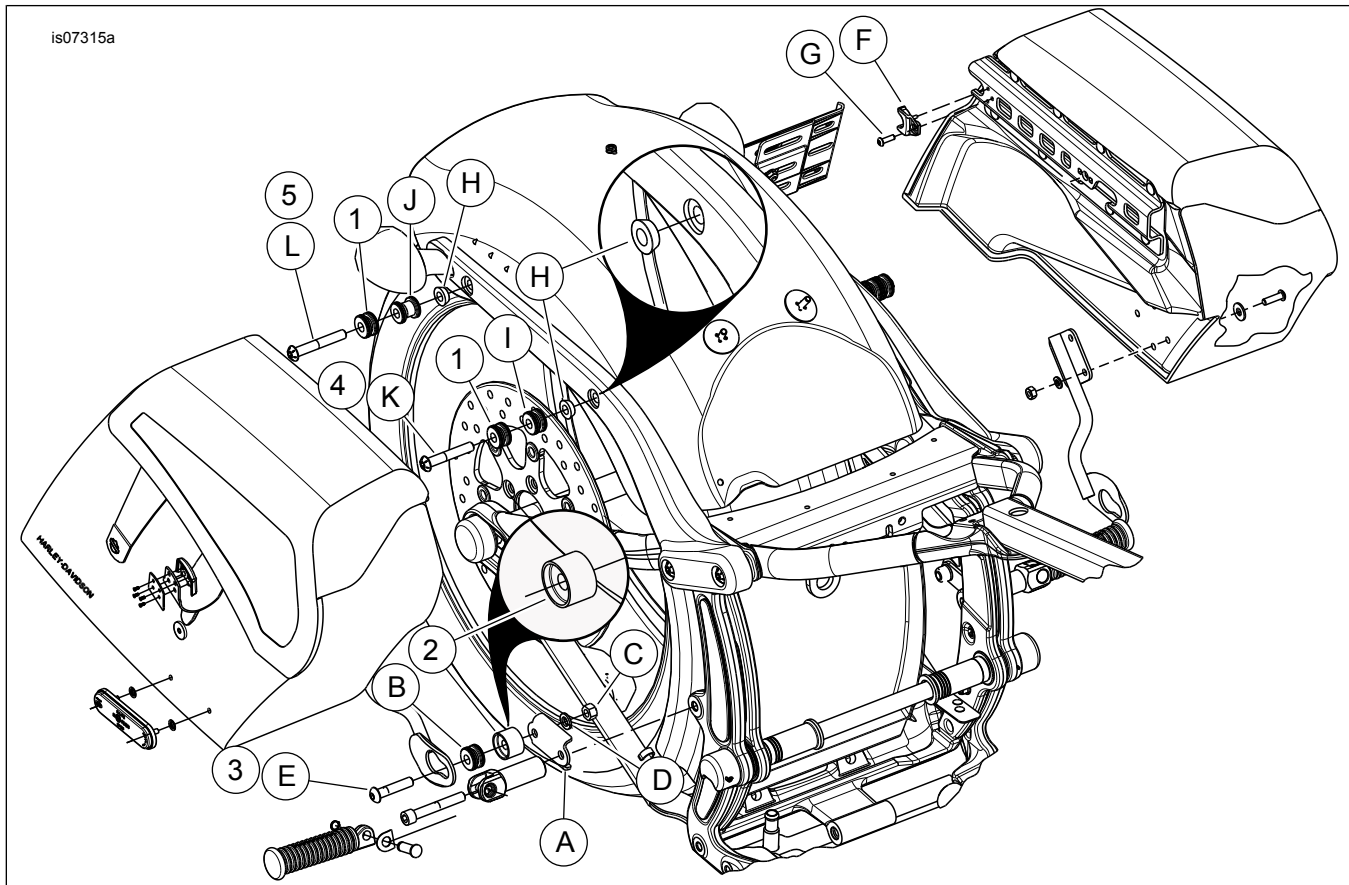

Abbildung 1. Ersatzteile: Befestigungsstellensatz für abnehmbare Satteltaschen (Teile-Nr. 52300243)
Siehe Abbildung 1 und Tabelle 1.
2. Siehe Abbildung 1. Die Schrauben (K und L), Befestigungsstellen (J and I) und konische Befestigungsstellen-Distanzstücke (H) entfernen. Die Lage der Befestigungsstellen und Ausrichtung der konischen Distanzstücke notieren.
3. Mutter (C), geteilte Unterlegscheibe (D), Mini-Befestigungsstelle (B) und Schraube (E) aus Halterung (A) entfernen. Die Halterung (A) am Motorrad angebracht lassen.
4. Das Befestigungsstellen-Distanzstück (F) und die Schraube (G) entfernen und entsorgen.
1. Siehe Abbildung 1. Schrauben (K und L) durch Schrauben (4 und 5) aus diesem Satz ersetzen.
2. Schraube (E) durch Schraube (3) aus diesem Satz ersetzen.
3. Befestigungsstellen-Distanzstück (F) und Schraube (G) aus dem Satteltaschensatz entfernen und entsorgen.
1. Siehe Abbildung 1. Schraube (4), Mini-Befestigungsstelle (1), Mini-Befestigungsstelle (I) und konische Distanzscheibe (H) an der vorderen Strebenbefestigungsstelle einbauen. Die Schraube auf ein Drehmoment von 28,5–36,6 N·m (21–27 ft-lbs) anziehen.
2. Schraube (5), Mini-Befestigungsstelle (1), breite Befestigungsstelle (J) und konisches Distanzstück (H) an der hinteren Strebenbefestigungsstelle einbauen. Die Schraube auf ein Drehmoment von 28,5–36,6 N·m (21–27 ft-lbs) anziehen.
3. Schraube (3), Mini-Befestigungsstelle (B) und Distanzscheibe (2) an der Halterung der 3. Befestigungsstelle (A) anbringen. Mit Sicherungsscheibe (D) und Mutter (C) befestigen. Die Schraube auf ein Drehmoment von 28,5–36,6 N·m (21–27 ft-lbs) anziehen.